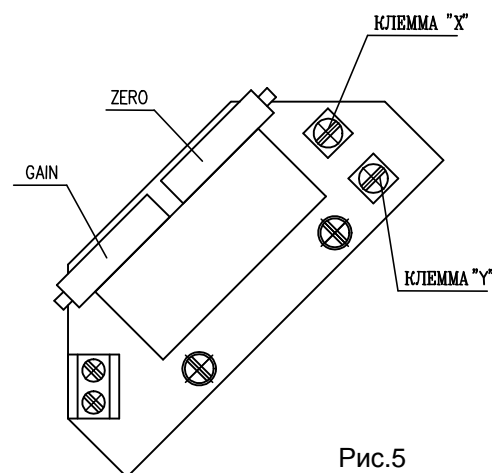

Рис.5
4.4.1 EPV – подключение 2-х внешних кабелей (рис.5,5а)
- Установите омический датчик на основании инструкции в предыдущей главе так, что омическую величину.измеряйте на клеммах X-Y или R-R (рис.5,5а) (употреблен датчик с сопротивлением 100Ω).
- Поворачиванием устанавливающего триммера GAIN или В (рис.5) установите величину выходного сигнала тока, измеряемого на клеммах 81-82, на величину 20 мА.
Рис. 5а